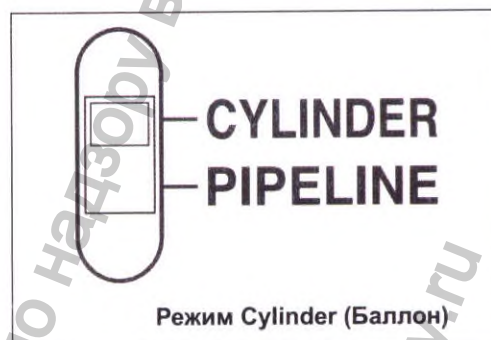

Рисунок 5.1
Порядок работы показан ниже на рис. 5.1. При использовании эндоскопического инсуффлятора CO₂ выполните каждый этап процесса.
- 1 Установите переключатель источника подачи газа на задней панели в положение режима Cylinder (Баллон) (см. рис. 5.1).